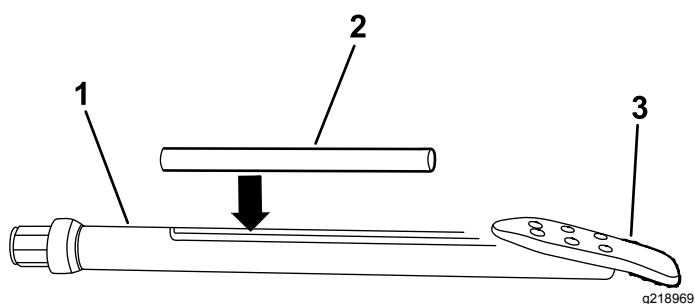

Figura 56
3. Introduzca la sonda transmisora en el portasonda con el extremo delantero hacia la broca (Figura 56).